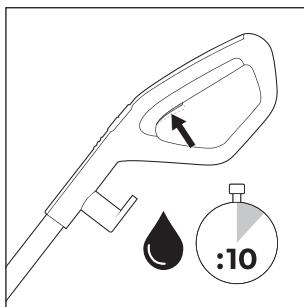
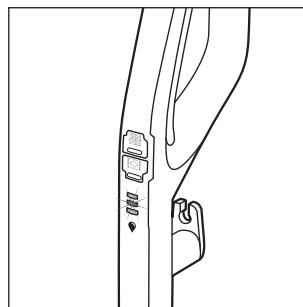

Fig. 18
Fig. 19
- ◆ Avant chaque utilisation, maintenez l'interrupteur solution de nettoyage ⑯ appuyé pendant env. 10 secondes, pour que le rouleau brosse ⑥ soit opérationnel avec la solution de nettoyage (voir fig. 18). Le voyant de solution de nettoyage ⑫ clignote en alternance en bleu, lorsque l'interrupteur solution de nettoyage ⑯ est maintenu appuyé (v. fig. 19).